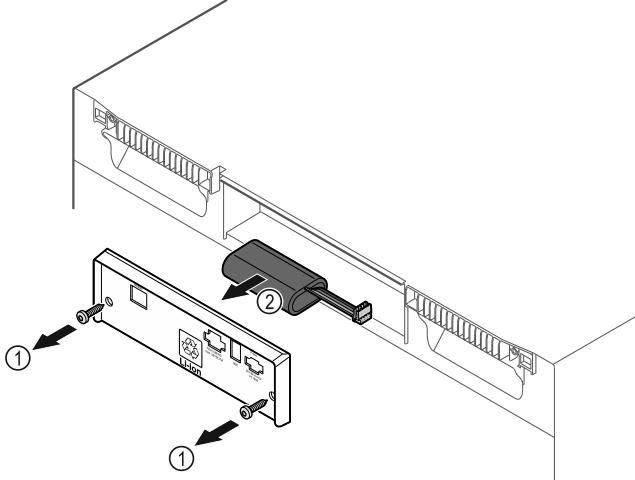

Fig. 204
- Schrauben herausdrehen und Abdeckung auf der Rückseite des Gerätes entfernen Fig. 204 (1).
- Batterie abstecken und herausnehmen Fig. 204 (2).